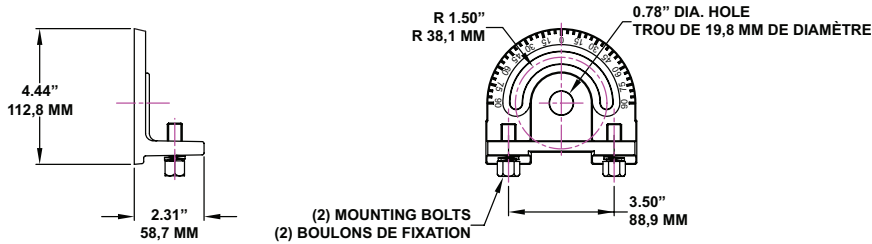

Figure 4: Crossarm Mounting Bracket (P/N: G-AM-8-CA) | Support de montage sur traverse (réf. : G-AM-8-CA)
1. Mount the luminaire with yoke to the crossarm mounting bracket with two 1/2 inch mounting bolts (supplied) and two 1/2 inch lockwashers (supplied). See Figures 4 & 5.
Montez le luminaire avec étrier sur le support de montage sur traverse à l'aide de deux boulons de montage de 1/2 po (12,7 mm) (fournis) et de deux rondelles de blocage de 1/2 po (12,7 mm) (fournies). Reportez-vous aux Figures 4 et 5.
- Mount the luminaire with yoke to the crossarm mounting bracket with two 1/2 inch bolts (supplied) and two 1/2 inch lockwashers (supplied). See Figures 4 & 5.
Montez le luminaire avec étrier sur le support de montage sur traverse à l'aide de deux boulons de 1/2 po (12,7 mm) (fournis) et de deux rondelles de blocage de 1/2 po (12,7 mm) (fournies). Reportez-vous aux Figures 4 et 5.